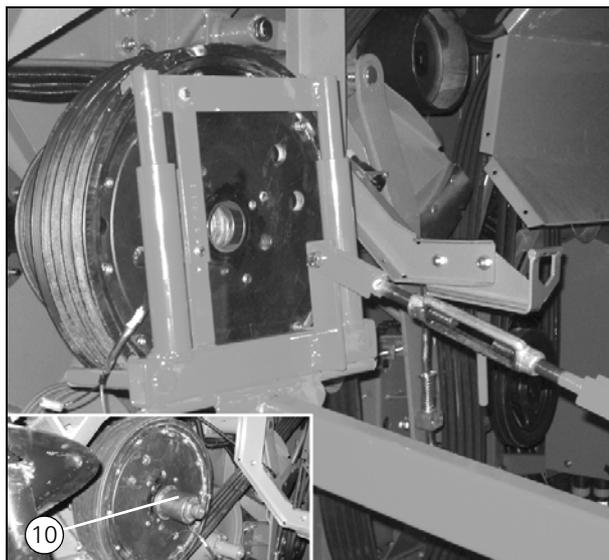

Рисунок 42
11. Снимите электромагнитную муфту с вала и опустите ее на пол при помощи подходящего подъемного устройства, см. (Рис. 42).